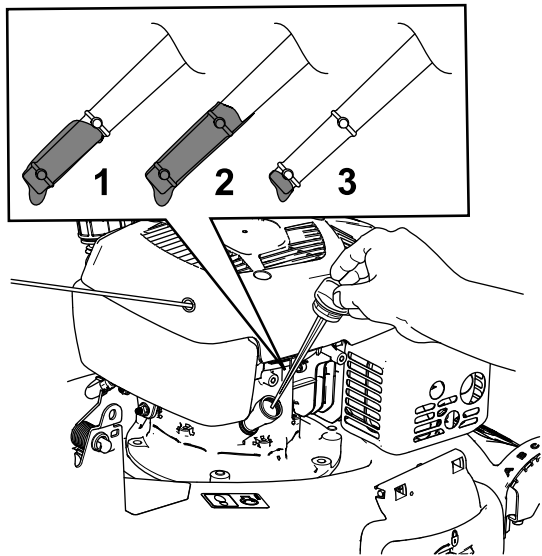

Figure 8
3. Retirez la jauge (Figure 8) et versez de l'huile spécifiée dans le tube de remplissage pour remplir le carter jusqu'aux $\frac{3}{4}$ de sa capacité.
6. Vérifiez le niveau d'huile indiqué par la jauge (Figure 8).